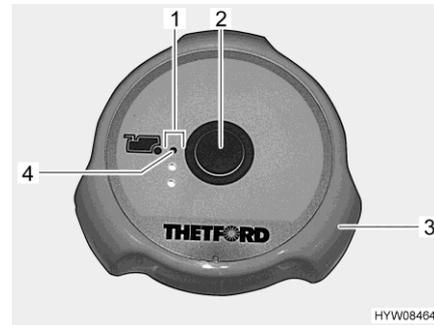

Fig. 134 Pulsante dello sciacquone/spie di controllo (toilette Thetford)
*Risciacquo:* ■ Prima di tirare l'acqua, aprire il cursore della toilette Thetford. A tal fine ruotare la maniglia girevole (Fig. 134,3) in senso antiorario.
■ Per sciacquare premere il pulsante blu (Fig. 134,2).
■ Dopo aver tirato l'acqua chiudere il cursore. Ruotare la maniglia girevole (Fig. 134,3) in senso orario.
Le spie di controllo (Fig. 134,1) indicano il livello del serbatoio fecale. Quando si accende la spia di controllo rossa (Fig. 134,4), il serbatoio fecale deve essere svuotato.